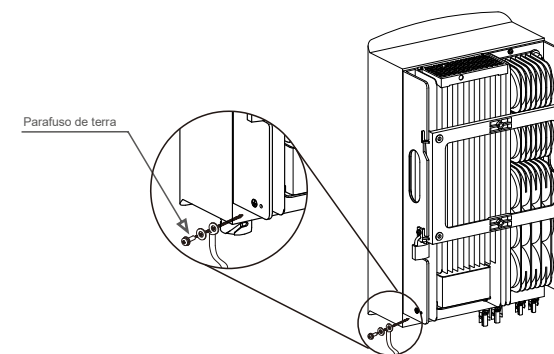

Figura 5.10 Cabo fixo
- 6) Ligue o cabo de terra ao ponto de terra no dissipador de calor e aperte o parafuso de terra, o torque é de 3 Nm (consulte a figura 5.10).